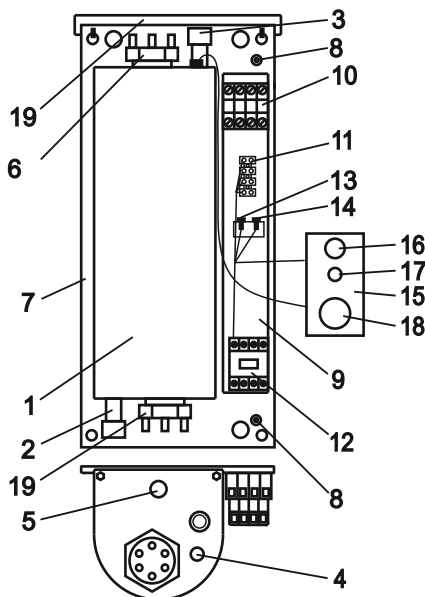

Рисунок 2 (кожух не показан):
4.2 Приборы ЭВАН-С2 -3; -4; -5; -6; -7; -9; -12; -15; -18; -21; -24; -30 в соответствии с рис. 2 состоят из следующих основных частей:
- котла (1) с входным (2) и выходным (3) патрубками G 1 наруж. для ЭВАН-С2-3-7, G 1¹/₄ внутр. для для ЭВАН-С2-9-30, датчиком терморегулятора (4), аварийным самовозвратным термовыключателем (5), отключающим прибор при 92° С, и блоками трубчатых электронагревателей (ТЭН) (6);
- панели (7) с зажимом заземления (8) для подключения защитного проводника РЕ;
- кронштейна (9) с размещенными на нем клеммным блоком (10) зажимом клеммным (11) для подключения циркуляционного насоса и датчика температуры воздуха, пускателем (12), предохранителем цепи управления (13) и предохранителем циркуляционного насоса (14);
- панели управления (15) с расположенными на ней элементами управления и сигнализации:
- выключателем «Сеть» (16);
- сигнальной лампой “НАГРЕВ” (17);
- терморегулятором (18), служащим для установки температуры нагрева теплоносителя.